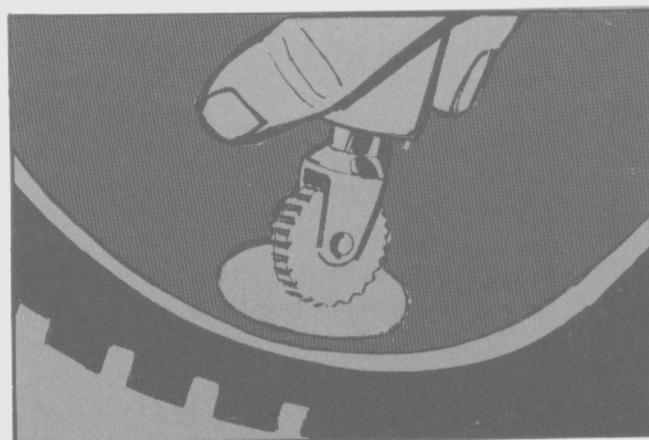

Fig. 26 Aplicación del parche
- Luego preparar un parche y aplicarlo a la cubierta por medio de la herramienta correspondiente, efectuando la rodadura de la misma desde el centro del parche hacia los bordes. (Fig. 26).